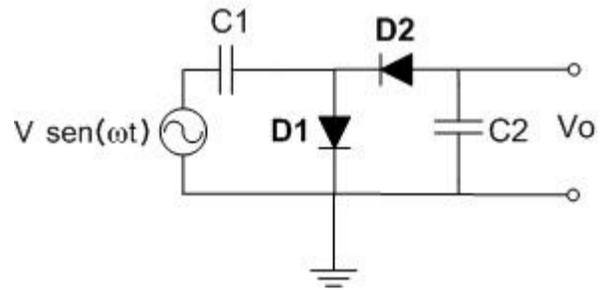

Figura 4
5. O circuito da figura 4 é um